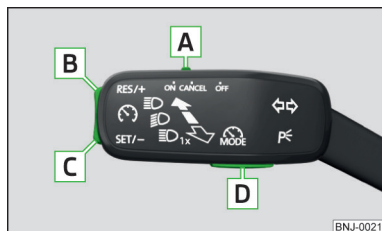

Fig. 218
Panoramica degli elementi di comando del GRA » fig. 218
- Premendo il tasto **D** » fig. 218.
- Premendo il tasto **D** » fig. 218 durante la regolazione, questa si interrompe e si attiva il limitatore di velocità.